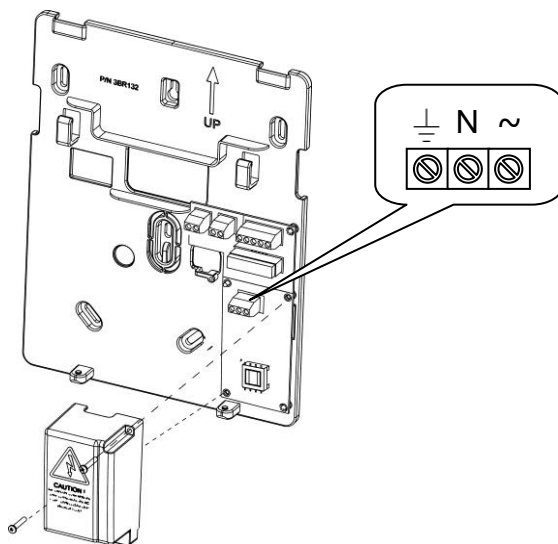

Figure 6 : Raccordement des câbles d'alimentation CA
Retirez le couvercle de l'unité d'alimentation électrique (1, Figure 6).
8. Connectez le câble d'alimentation (approuvé sécurisé, SVT, 18AWG, 0,75mm²) à la borne d'alimentation située sur l'unité d'alimentation électrique (TB1) (2, Figure 6).